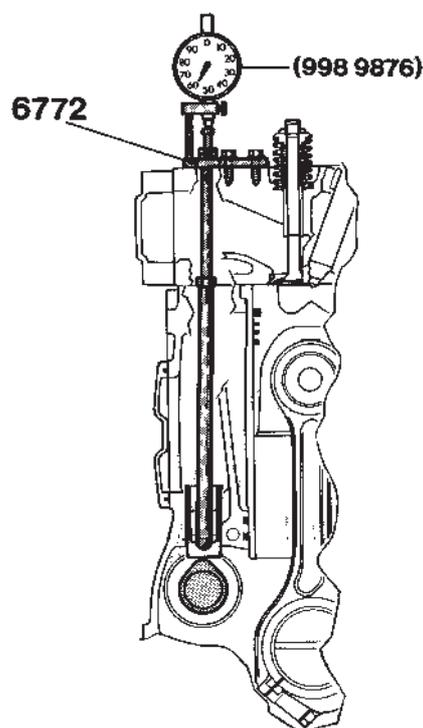

Fig. 85. Contrôle de l'usure d'arbre à cames
2. Monter l'outil 6772 au poussoir avant (figure 85). Régler la longueur de la tige de l'outil de façon à ce qu'elle vienne s'appuyer contre le poussoir avec une certaine tension.